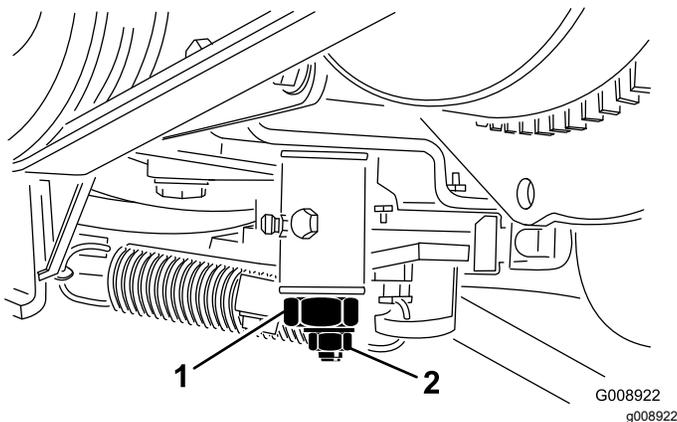

Bild 66
3. Lockern Sie die Sicherungsmutter an der Fahrtriebs-Einstellnocke (Bild 66).